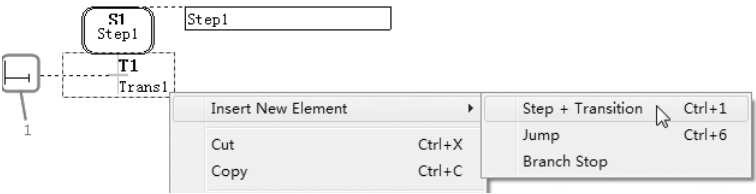
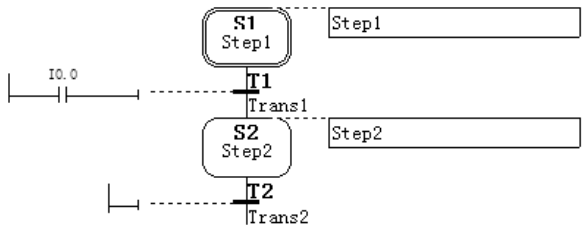

图 7-29 插入“步 + 转换条件”
图 7-30 插入“常开触点”
- 4) 编辑 GRAPH 程序。在名称中输入“FB1”，在创建语言中输入“GRAPH”，单击“OK”按钮。FB1 已经创建，双击“FB1”，打开 GRAPH 编辑器，弹出编辑界面，选中“T1”处，鼠标右键单击快捷菜单的“Insert New Element”→“Step + Transition”，插入“步 + 转换条件”，如图 7-29 所示。
选中如图 7-29 中的标记“1”处，在单击左侧的工具栏的“常开触点”按钮，并在“常开触点”上面输入 I0.0，如图 7-30 所示。